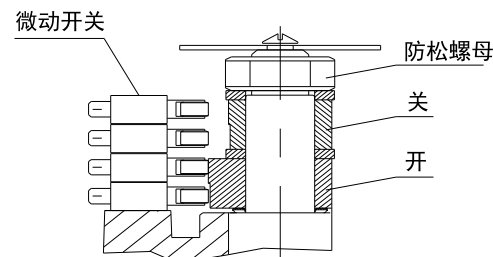
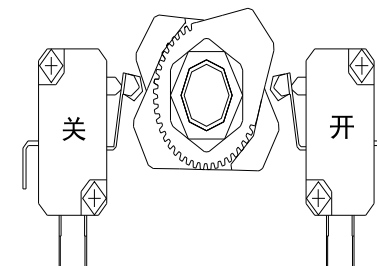

图 12
图 13
9.1 行程限位的调整 (图12, 图13) Stroke limit Adjustment